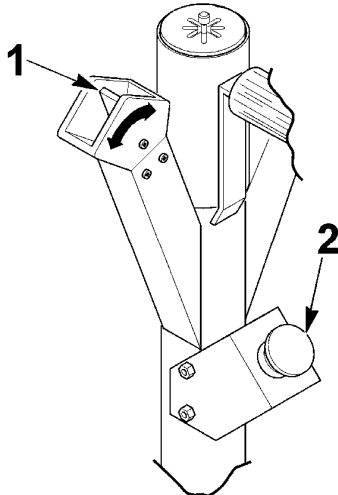

Abb.15
9. Zum Öffnen und Schließen des Spannfutters den entsprechenden Steuerhebel (#1 Abb.15) betätigen.
10. Den Not-Aus-Schalter (#2 Abb.15) betätigen : alle Steuerungen sind nicht mehr aktiv. Den Not-Aus-Knopf gegen den Uhrzeigersinn drehen und den Rückstellknopf am Schaltkasten drücken, um die normalen Betriebsbedingungen wieder herzustellen.